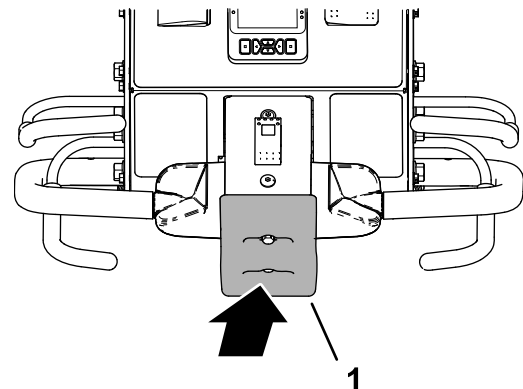

Figure 78
**Important:** Pour arrêter immédiatement la machine, appuyez sur le contacteur de butée (Figure 78).